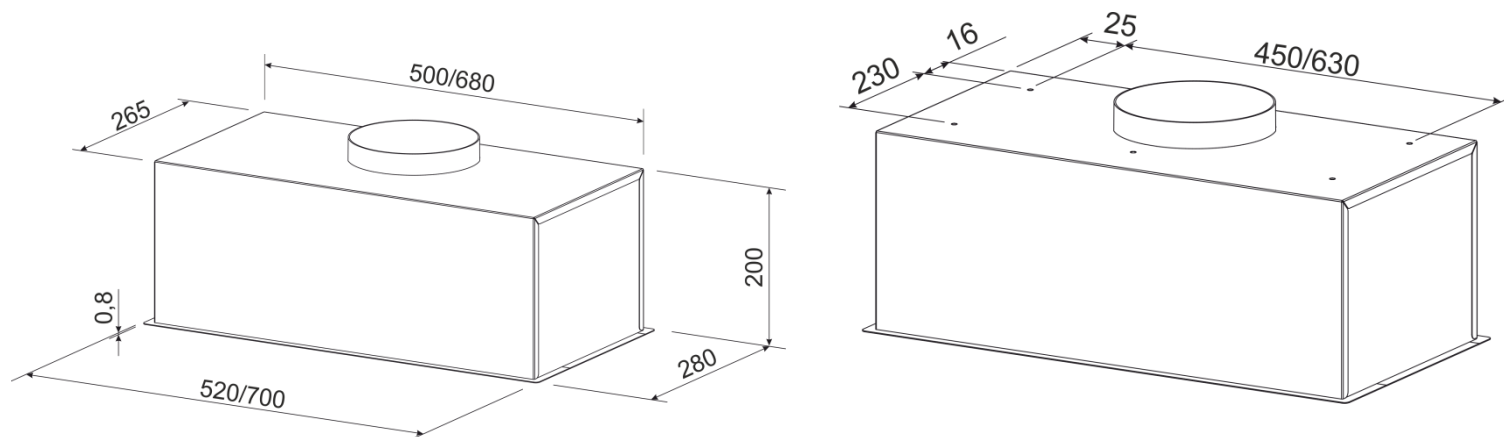

Рис.4
6.4 З врахуванням встановленої висоти і умовою прилягання витяжки до дна нижньої полки навісної меблевої шафи по раніше виготовленому паперовому шаблону розмітьте і виріжте прямокутний отвір згідно габариту **AxB (рис.4)** вмонтованої частини витяжки.
6.5.1 Виготовте паперовий шаблон з координатами отворів (рис.4), прикладіть шаблон до полиці меблевого гарнітура (рис. 5.1).